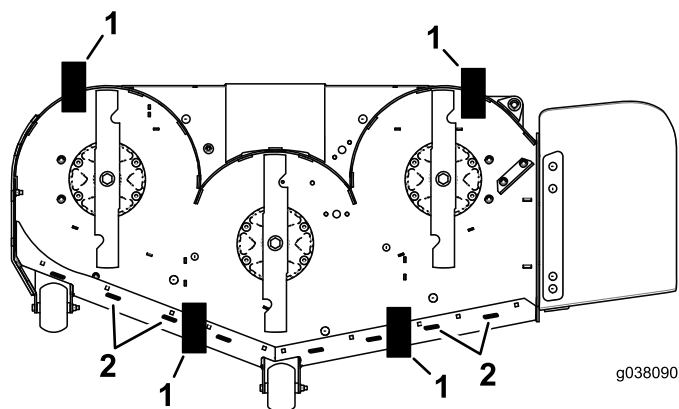

図 77
10. 刈り込みデッキのスカートの後ろのエッジ部の下にブロックを 2 個「ブロックの高さと傾斜」を参照、また、左右それぞれに 1 個セットする 図 77。